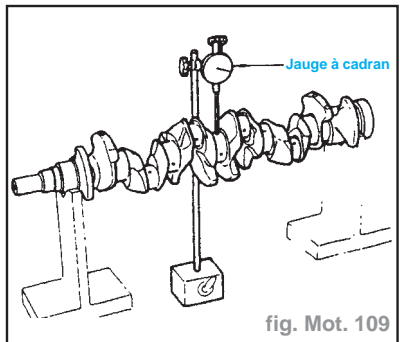

fig. Mot. 109
- Mesurer le voile du vilebrequin (fig. Mot. 109) :